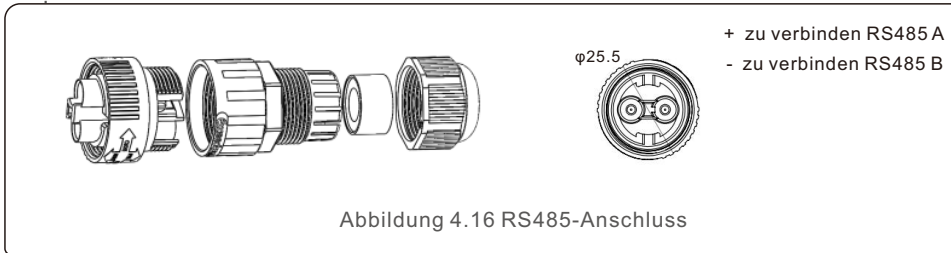

Abbildung 4.16 RS485-Anschluss
a. Siehe Abbildung 4.16, die RS485-Anschlüsse für Wechselrichter und EPM sind bereits montiert. Tipps:RS485-Kabel: bevorzugt 0,5mm², maximal 1,0mm².
b. Siehe Abbildung 4.16, schließen Sie das Kommunikationskabel zwischen Wechselrichter und EPM an und messen Sie dann die Entfernung zwischen EPM und Wechselrichter. Verwenden Sie ein geeignetes Kabel für die RS485-Verbindung (0,5mm²).